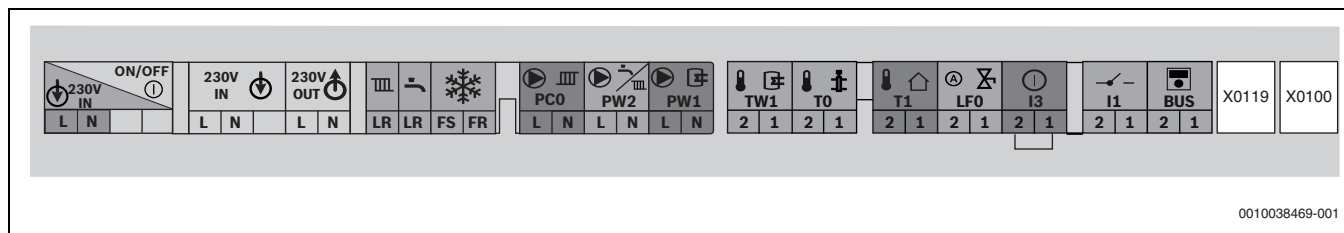

Bild 24 Klemmleiste für externes Zubehör
- Kabel an der Klemmleiste für externes Zubehör (→ Bild 24) anschließen.